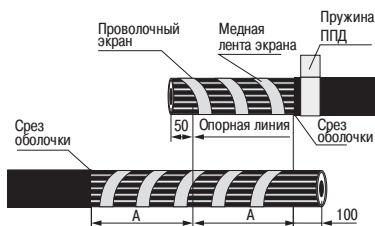

Рисунок 2
4.2 Для облегчения снятия оболочки прогреть её пламенем горелки. Удалить наружную оболочку с концов кабелей до кольцевых надрезов (рисунок 2).